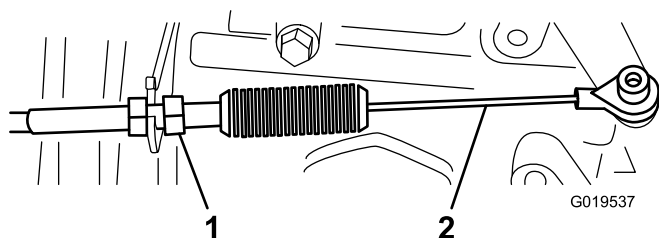
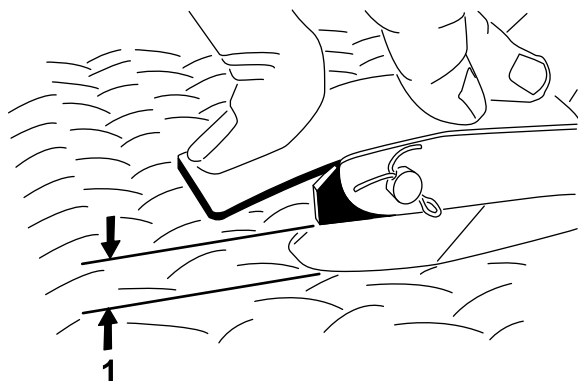

Figura 67
Figura 68
2. Ajuste a rótula do cabo de acelerador (Figura 67) para permitir uma folga de 2,54 a 6,35 mm entre o pedal de acelerador e a parte superior da chapa do piso (Figura 68), aplicando uma força de 11,3 kg ao centro do pedal. Aperte a porca de bloqueio.